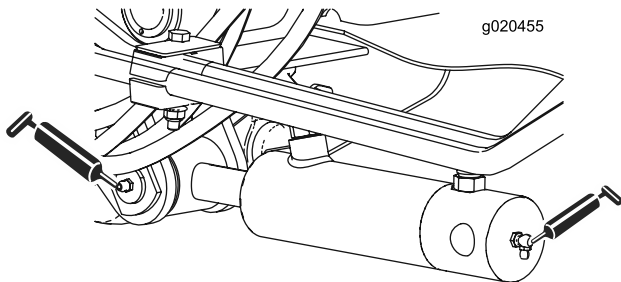

Figure 63
- Bagues de vérins de bras de levage (2 chacun) (Figure 63).